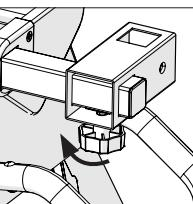

Fig. 4
- Deslice los soportes del apoyo de trabajo sobre los brazos de extensión y bloquéelos en posición con un botón de bloqueo (**Fig. 4**).